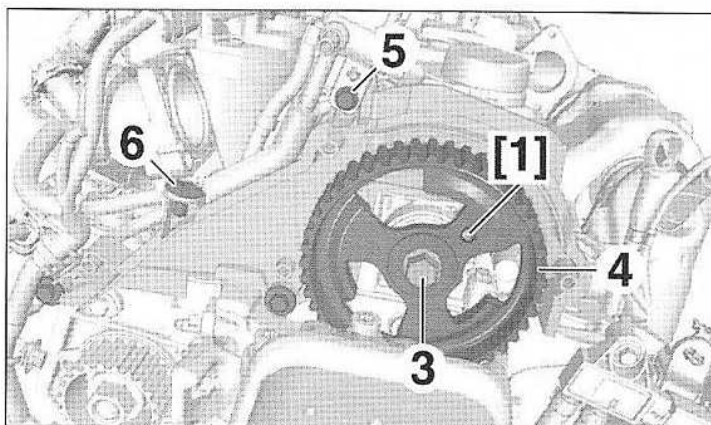
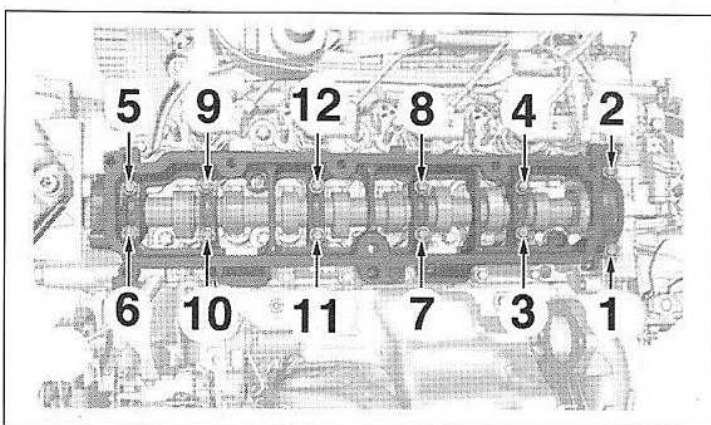

FIG.102
FIG.103
- les vis (1),
- l'atténuateur de bruit (2).
- Déposer l'outil [1] (Fig.102).
- Bloquer la roue dentée d'arbre à cames à l'aide de l'outil [2] et déposer la vis (3).
- la roue dentée d'arbre à cames (4),
- la vis (5),
- l'agrafe (6).
- Déposer les vis de la partie supérieure du carter-paliers en respectant l'ordre préconisé (Fig.103) :